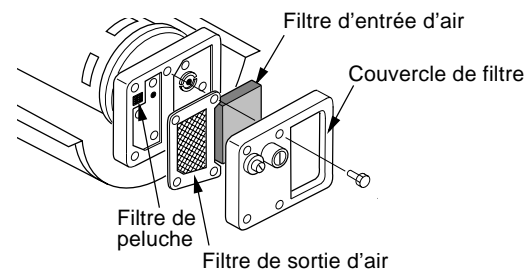

Figure 8 - Sortie d'air, entrée d'air et filtres de peluche
2. Retirez les vis du couvercle du filtre à l'aide d'une clé à écrou de 5/16" (voir Figure 8).